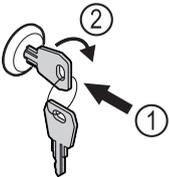

Fig. 110
- ▶ Insérer la clé Fig. 110 (1).
- ▶ Tourner la clé à 90° dans le sens horaire Fig. 110 (2).